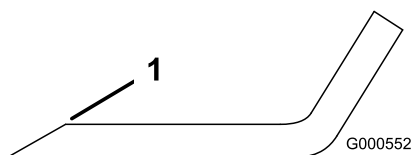

Figura 69
1. Utilize uma lima para afiar a extremidade de corte em ambas as extremidades da lâmina (Figura 69).
**Nota:** Se a lâmina não estiver equilibrada, lime algum metal apenas da extremidade da área curva (Figura 69).